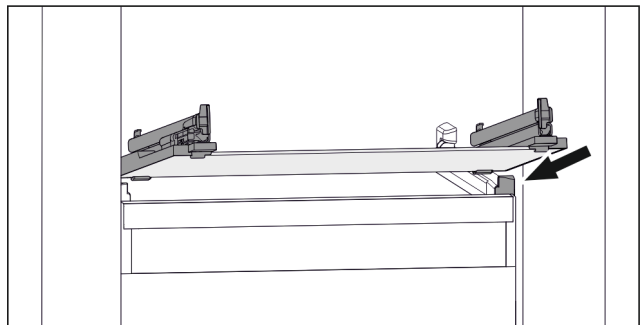

Fig. 130 Примерное отображение стеклнной пластины
- ▶ Наклоняя вниз, установите стеклнную пластины за стопоры. (см. Fig. 130)